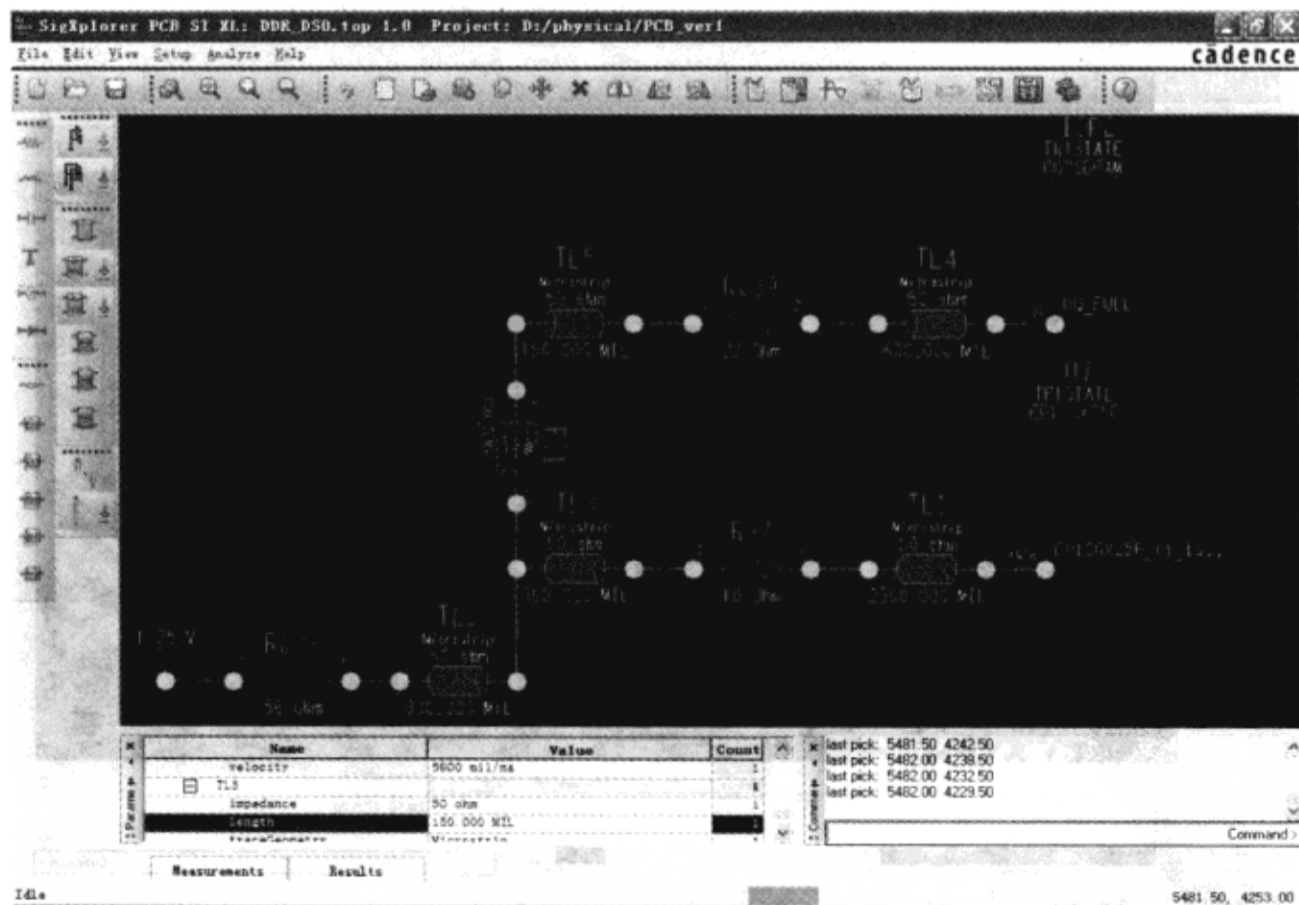

图 3-8-34 添加模型
(19) 在“End Element Browser”对话框单击“OK”按钮，关闭该对话框。
(20) 连接模型，如图 3-8-34 所示。